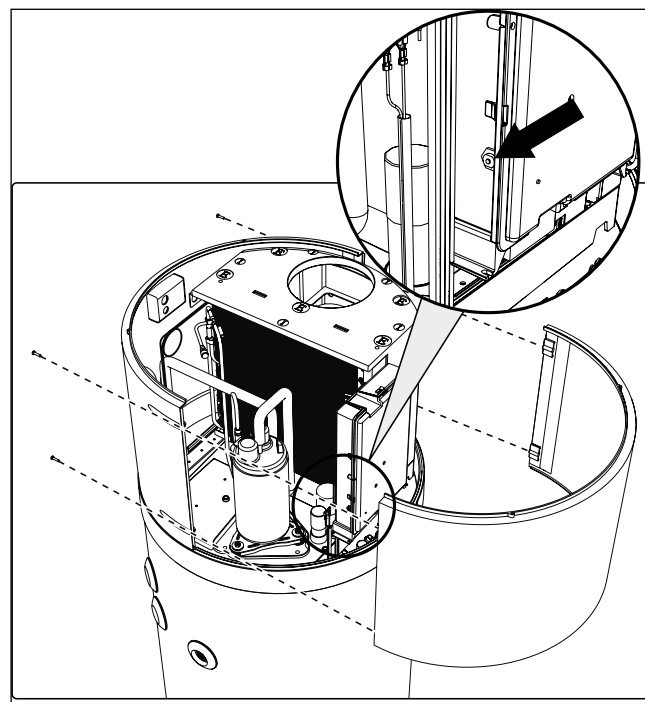

fig. 73- Extracción del panel frontal
- Retire el panel frontal y restablezca manualmente el termostato de seguridad accionado (fig. 73). En caso de accionamiento, el pasador central del termostato sobresaldrá unos 2 mm.